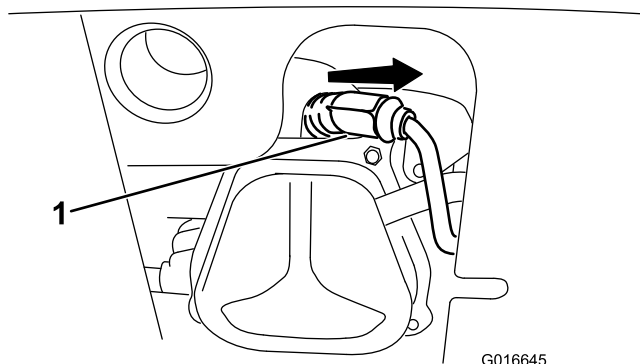

Figure 44
1. Enlevez le capuchon (Figure 44).